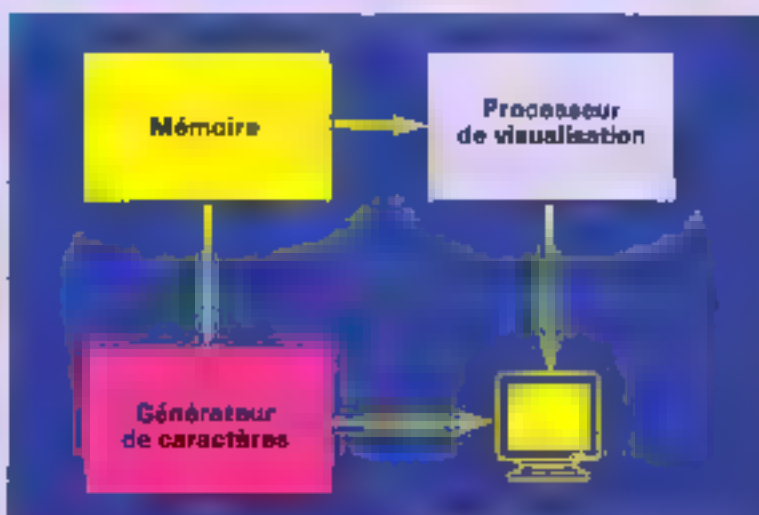

Fig. 4 - Schéma conceptuel d'un automate de visualisation.
• un processeur de visualisation qui va lire dans la mémoire de page les caractères fournis par le générateur et les transformer en signaux RVB envoyés à l'écran. C'est aussi lui qui, comme nous l'avons déjà dit, va s'occuper de gérer le balayage de l'écran. Pour bien saisir ceci, reportez-vous à la figure 4.